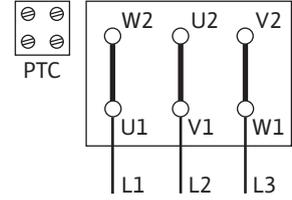

Fig. 10: بدء الدوران Y-Δ
- وترتبط وصلة الكهرباء بقدرة المحرك P2، وجهد شبكة الكهرباء، وطريقة التشغيل. يمكن الاطلاع على دائرة التوصيل اللازمة لقنطرات التوصيل في صندوق الأطراف في الجدول التالي، وكذلك في Fig. 10، و11، و12.